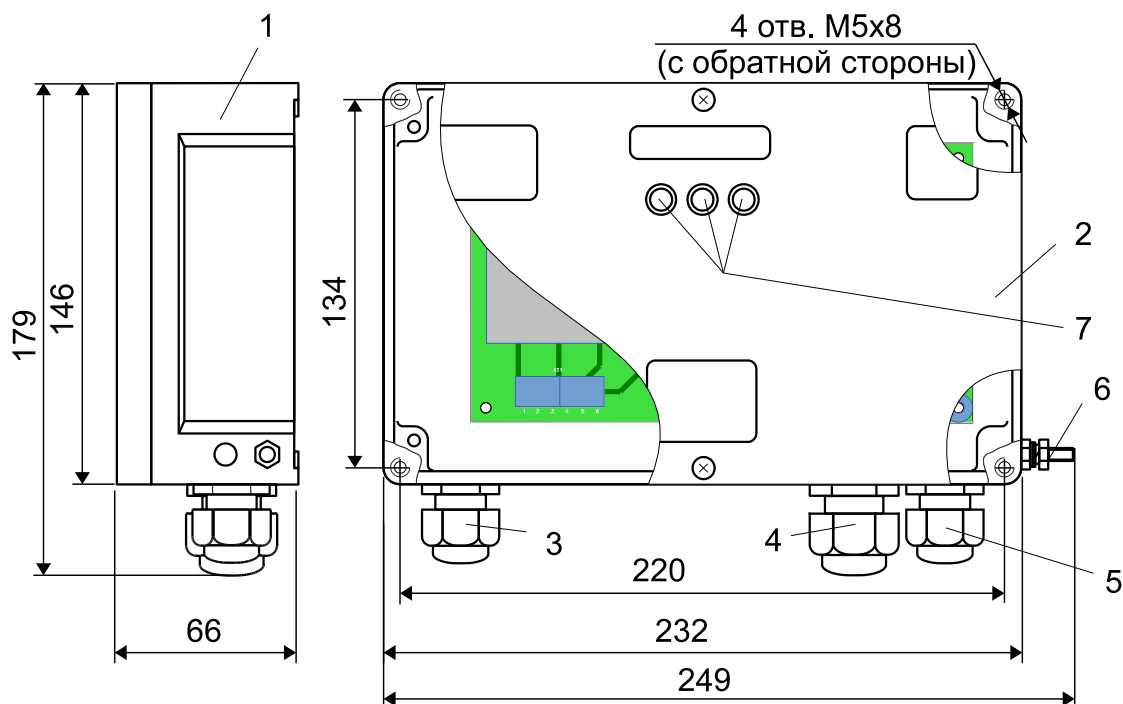

Рисунок 3 - Внешний вид, габаритные и присоединительные размеры вторичного преобразователя
1.3.5 Вторичный преобразователь (рисунок 3) состоит из корпуса 1, крышки 2 и электронного модуля, расположенного внутри корпуса. Для подключения заземляющего проводника служит зажим заземления 6 (ЗШ-С-5х25-1 ГОСТ 21130-75). На нижней стороне корпуса расположены три кабельных ввода 3, 4, 5. На крышке расположены три светофильтра 7 для индикаторов, сигнализирующих срабатывание выходных реле.
2.1.8 Вторичный преобразователь закрепляется четырьмя винтами М5 с тыльной стороны щита (рисунок 3).
2.1.9 Для заземления корпуса вторичного преобразователя используется зажим заземления 6 ЗШ-С-5х25 ГОСТ 21130-75 (см. рисунок 3), снабженный знаком “земля”. Заземление должно выполняться медным проводником с поперечным сечением не менее 1,5 мм2.